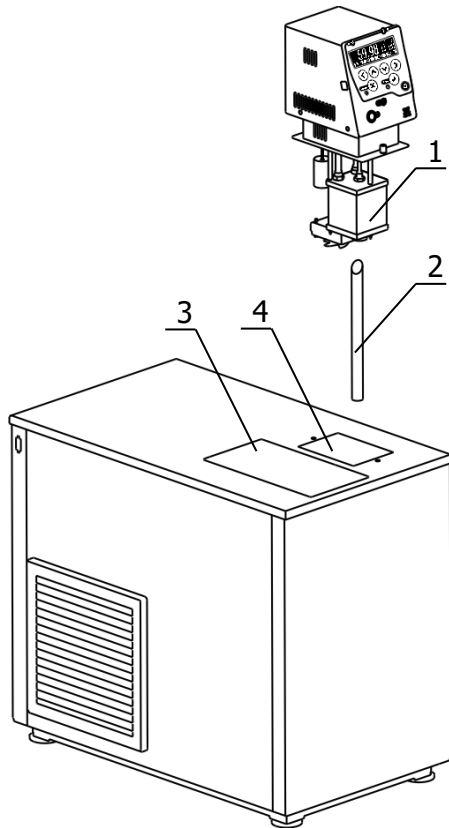
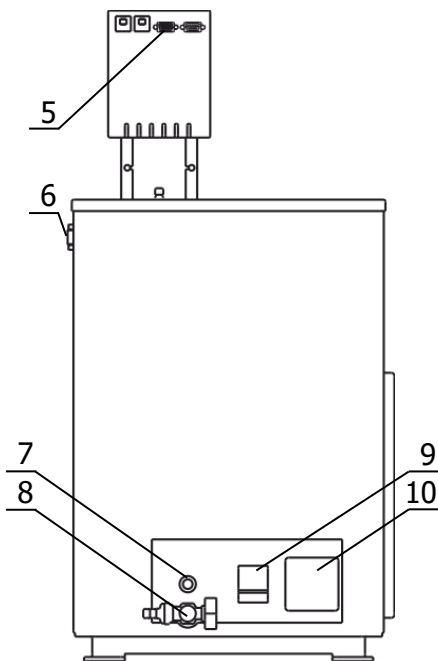

Рисунок 2 — Установка блока регулирования
Рисунок 3 — Задняя панель термостата
2.2.3 Вставить выходную трубку 2 (рисунок 2) в соединительное отверстие на дне основной ванны 4 косым срезом вверх, как показано на рисунке 2.
2.2.5 К переливному штуцеру 7 (рисунок 3) присоединить гибкий шланг, второй конец которого опустить в емкость для сбора излишков теплоносителя объемом 1.5–2 литра.
2.2.6 Заполнить ванну термостата теплоносителем через отверстие над рабочей ванной 3 (рисунок 2) до момента начала слива теплоносителя из переливного штуцера 7 (рисунок 3). Температурный диапазон применения теплоносителя должен соответствовать значениям, указанным в 1.2.6.
2.2.7 Вставить вилку сетевого кабеля блока регулирования в розетку 10 (рисунок 3). Соединить кабелем из комплекта поставки блок регулирования (разъем 5) и холодильную машину (разъем 6). Сетевой кабель термостата подключить к питающей сети. Для этого в лабораторном помещении должна быть установлена электрическая розетка из комплекта поставки термостата.
Причина отсутствия перелива — неправильная работа насоса, вызванная воздушной пробкой, образовавшейся в резервуаре 1 (рисунок 2). Для ее устранения необходимо:
2.4.2 Надеть сливной шланг из комплекта поставки на сливной кран 8 (рисунок 3) и закрепить его хомутом. Свободный конец шланга опустить в емкость для сбора теплоносителя объемом, превышающим объем термостата.